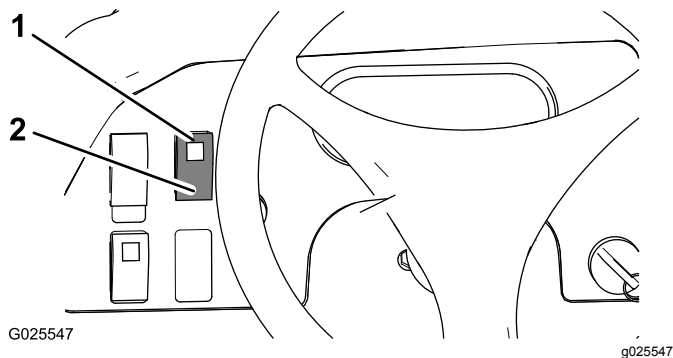

Figure 24
- Poussez l'interrupteur de blocage du différentiel vers le haut pour bloquer le différentiel (Figure 24).
- Poussez l'interrupteur de blocage du différentiel vers le bas pour débloquer le différentiel (Figure 24).